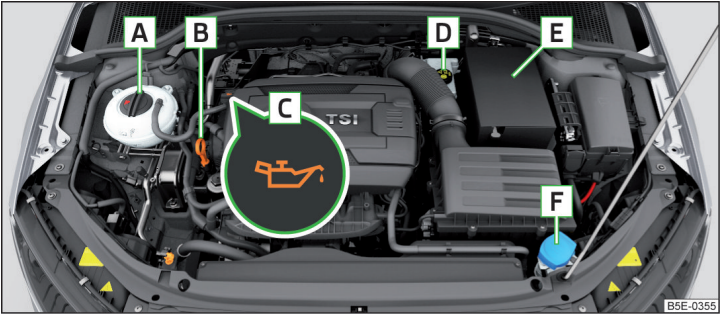

Fig. 291 Ejemplo de orden en el vano motor
- Desenrosque el tapón de la boca de llenado de aceite de motor **C** » fig. 291 de la pág. 265.